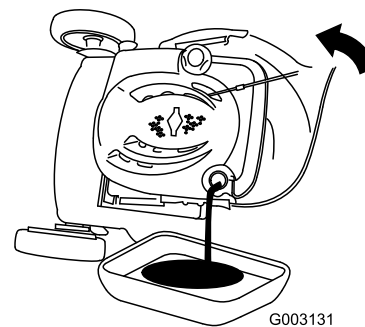

Figura 37
7. Coloque la máquina de lado con la varilla de aceite hacia abajo para drenar el aceite usado a través del tubo de llenado al recipiente (Figura 37).